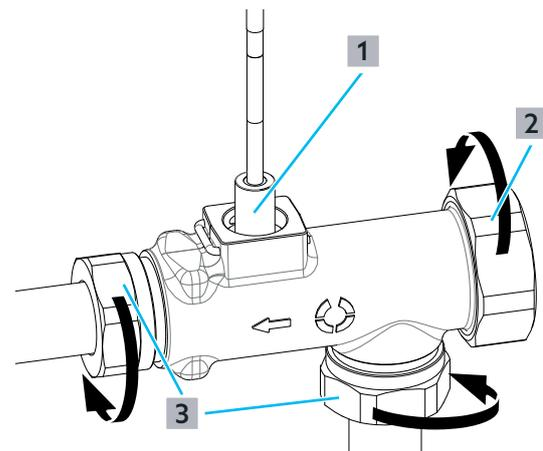

Fig. 24: Montage du capteur de débit
- 10 Visser le capuchon de fermeture ((2) sur la Fig. 24 en page 31) sur le raccordement de bouclage.
- 12 Placer le capteur de débit (1) sur les tubes et serrer les écrous d'accouplement (3) du capteur de débit.